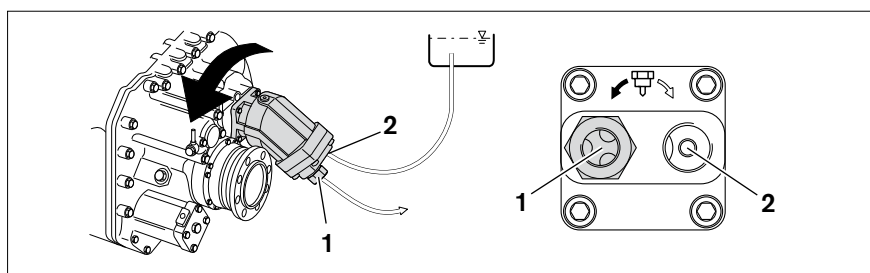

Abb. 11: Druckstutzen nach Umbau – für Drehrichtung Nebenabtrieb links (= Drehrichtung Pumpe rechts)
- Um die Drehrichtung der Axialkolbeneinheit zu ändern, müssen Sie den Druckstutzen (1) vom rechten Anschluss in den linken Anschluss umbauen, siehe Abb. 11 (Anziehdrehmomente siehe Tabelle 7).